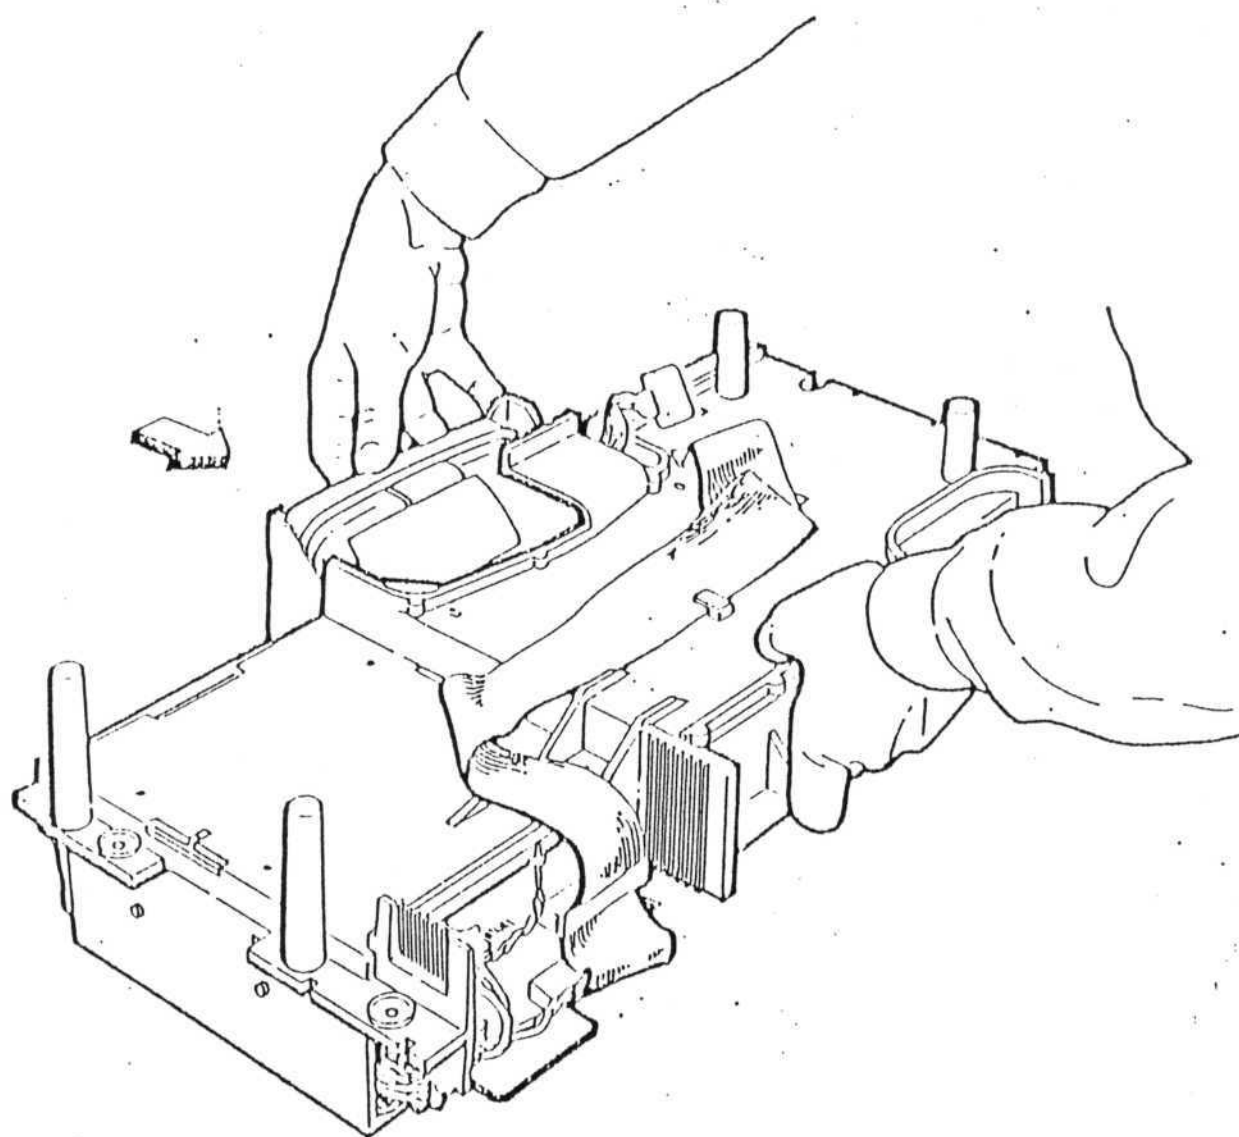

Bild 2
2. Monitor unter dem Mittelträger befestigen (Bild 2).